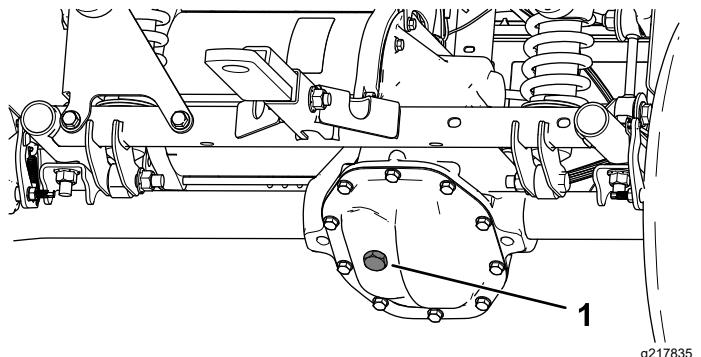

Рисунок 48
4. Снимите пробку заливного отверстия в коробке передач (Рисунок 48).
5. Если уровень жидкости низкий, снимите пробку заливного отверстия и доливайте жидкость указанного типа до тех пор, пока она не начнет вытекать из отверстия (Рисунок 48).
- Отверните крышку заливного отверстия в коробке передач и залейте в коробку передач жидкость указанного типа до тех пор, пока она не начнет вытекать из заливного отверстия (Рисунок 48).